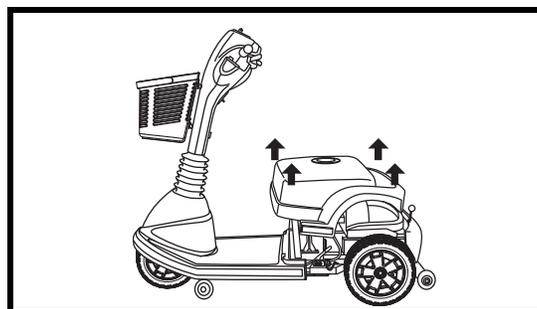

Figure 17. Enlèvement du capot
3. Ecartez légèrement le capot et retirez-le doucement du scooter. **Voir la figure 17.**